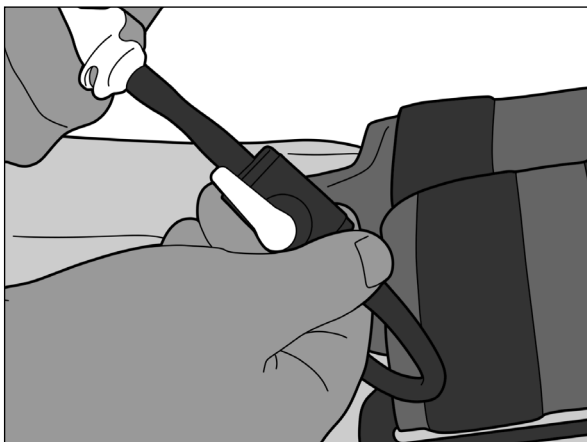

Figure 9
2. Vérifier que la valve d'arrêt est ouverte. La poignée de la valve doit être dans le même axe que la tubulure (Figure 9).